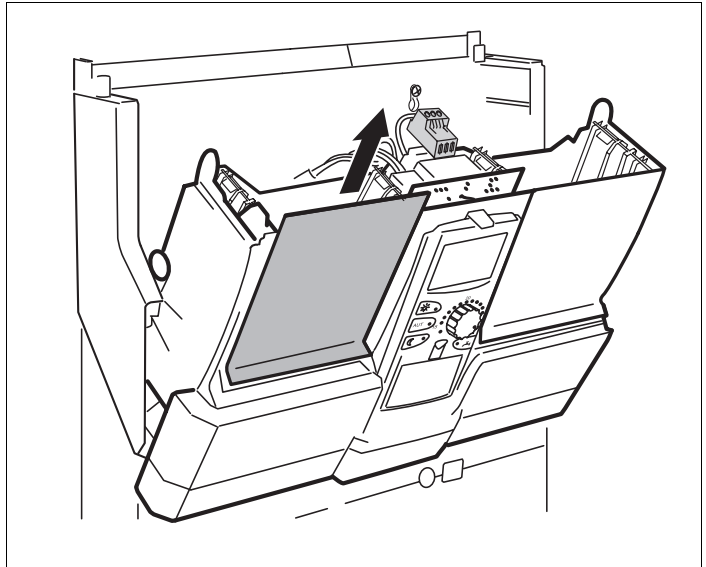

Abb. 5 Blindplatte entfernen
- Blindplatte von Steckplatz 1 (Abb. 5) im Regelgerät entfernen.